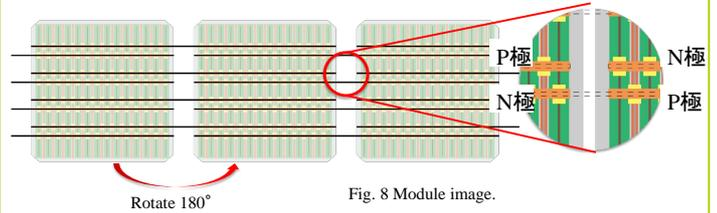

Fig. 8 Module image.
- ✓ 作製したセルを180°回転することで、モジュール化が可能なセルデザインを設計。(Fig. 8)